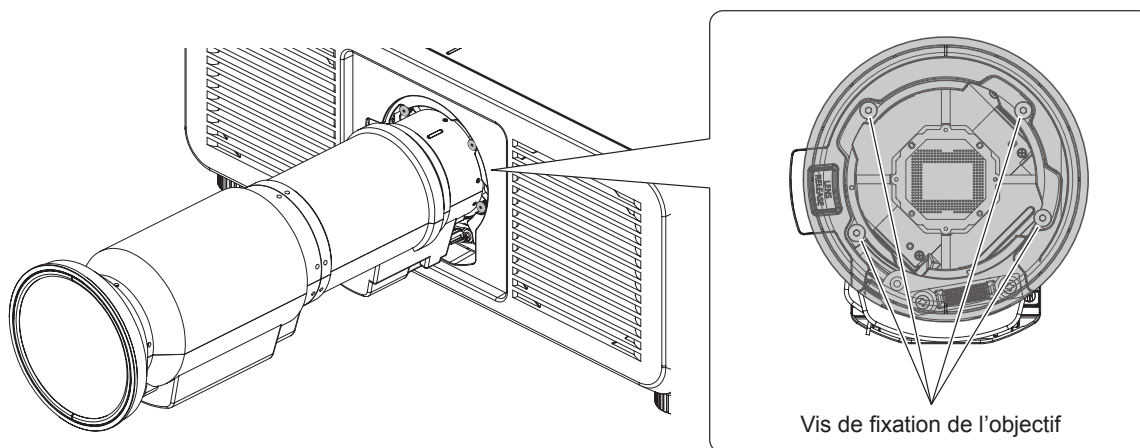

Fig. 1
- 1) **Desserrez les quatre vis de fixation de la lentille avec le tournevis hexagonal à pointe sphérique jusqu'à ce que les vis tournent librement. (Fig. 1) (Uniquement pour le modèle ET-C1U100)**